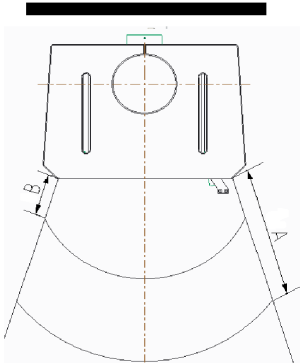

Bild 8
Im Sichtbereich (Strahlungsbereich) des Feuers muss zu brennbaren Bauteilen, Möbel oder auch z.B. zu Dekostoffen ein Abstand von mindestens **100 cm** (A), gemessen ab Vorderkante Feuerraumöffnung eingehalten werden. Der Sicherheitsabstand reduziert sich auf **50 cm** (B), wenn ein belüfteter Strahlungsschutz vor das zu schützende Bauteil montiert wird (Beispiel siehe Abb. 8)